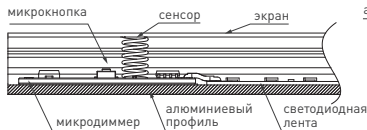
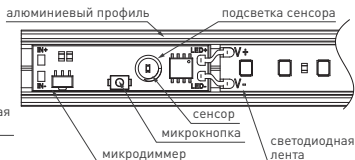

Рисунок 2. Микродиммер, установленный в профиль.
Рисунок 3. Микродиммер, установленный в профиль.
- 3.3. Установите микродиммер в профиль, приклеив его на двусторонний скотч таким образом, чтобы надетый на профиль экран поджимал сенсор (пружину) микродиммера. Если уровень сенсора не прижимается ко внутренней части экрана, используйте прокладку необходимой высоты (см. Рис. 2 и Рис. 3). При этом расстояние от платы микродиммера до нижней части экрана должно быть в пределах от 5 до 10 мм и толщина экрана (рассеивателя) не должна превышать 3 мм.